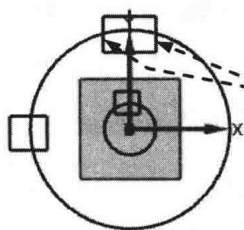
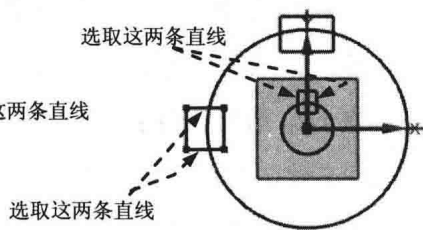

图 1.2.5 对称约束 1
图 1.2.6 对称约束 2
Step4. 添加几何约束。单击“设为对称”按钮, 系统弹出“设为对称”对话框,依次选取图 1.2.5 所示的两条直线,选取 Y 轴为对称中心线,则这两条直线会关于 Y 轴对称;参照上述步骤约束图 1.2.6 所示的直线关于 Y 轴对称;参照上述步骤约束图 1.2.6 所示的直线关于 X 轴对称。